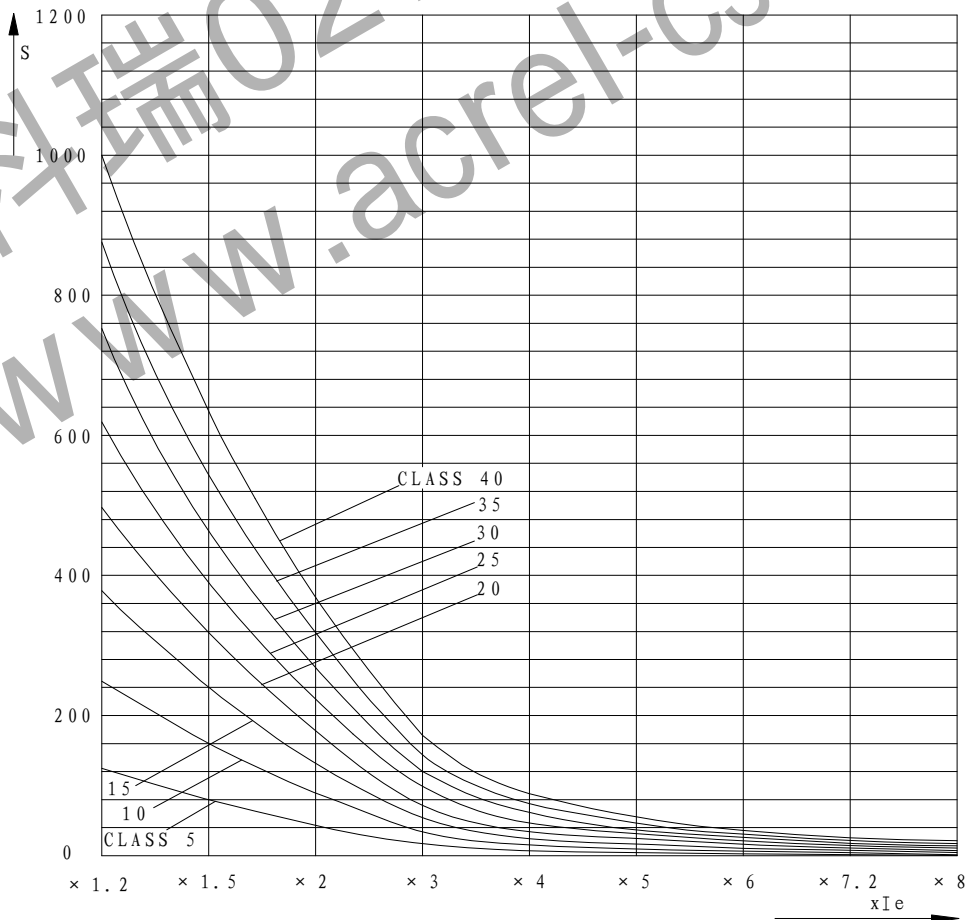

图 11 过载特征曲线图
■ 过载保护电流—时间对照表如表 10 所示, 过载特征曲线图 (K 曲线图) 如图 11 所示。